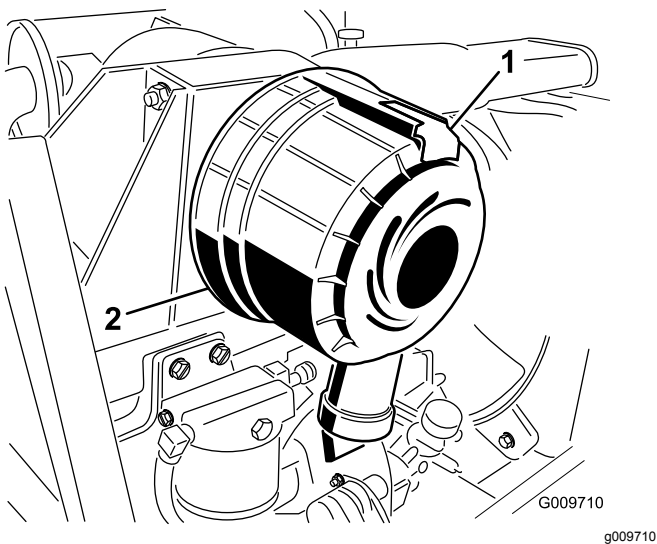

Figura 82
2. Tire hacia fuera del enganche y gire la tapa del limpiador de aire en sentido antihorario (Figura 82).